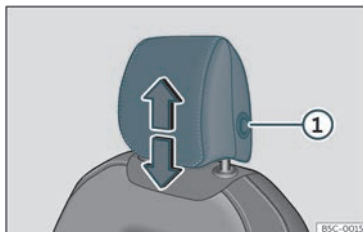
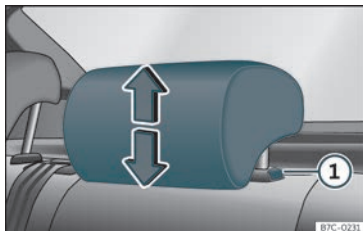

Abb. 101 Vordersitz: Kopfstützeinstellung.
Abb. 102 Kopfstützen hinten: Kopfstützeinstellung.
- Fassen Sie die Kopfstütze seitlich mit beiden Händen und schieben Sie sie nach oben bis sie in der gewünschten Position einrastet. Zum Absenken gehen Sie auf der gleichen Weise vor und drücken Sie gleichzeitig die seitliche Taste ① » Abb. 101 » Abb. 102.
- Seitliche Taste drücken » Abb. 101 ① und Kopfstütze herausziehen.